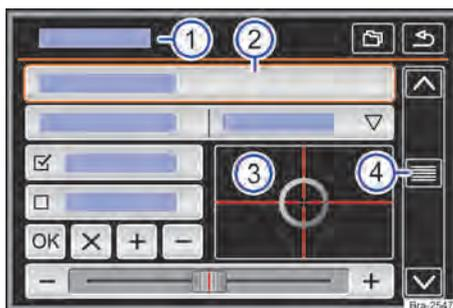

Fig. 118 Representación esquemática: cuadro general de los posibles botones de función en el display.
El equipo está equipado con touchscreen (pantalla táctil) → fig. 118 (3).
Los botones de función inician funciones o abren otros submenús. En submenús se indica, en la línea del título, el menú actualmente seleccionado → fig. 118 (1).